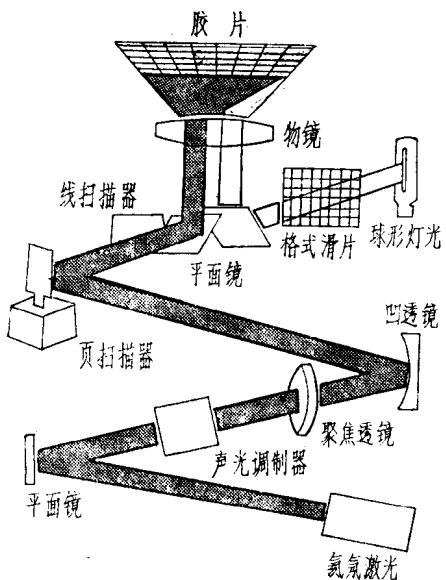

图 3
(3) KOMSTAR300的技术特点
①KOMSTAR300采用先进的激光技术在干式激光胶片上记录所需的数据信息，不同于通常采用的阴极射线管记录技术。图3为激光记录数据的简图。本系统使用 7×9 点阵的只读存储器为文字发生器，透镜倍率由控制器从转台上任意选择，缩小倍率为24:1、32:1、